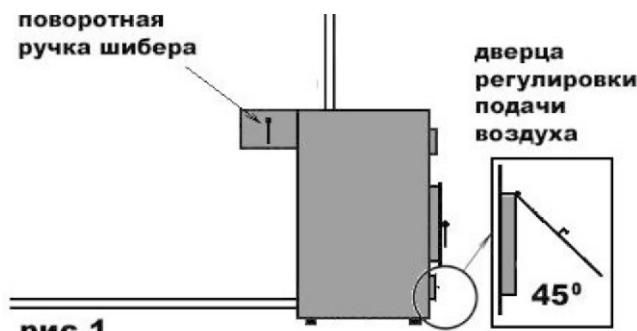

Рис.1
1. Шибером на дымовой трубе. С помощью шибера дымовой трубы (рис.1) можно регулировать тягу в дымовой трубе, т.е. отвод дымовых газов в дымовую трубу. Он расположен в горловине дымохода котла и управляется вручную;
12. - если Вы доложите больше топлива, чем находится в топке, более чем в три раза, то необходимо приоткрыть дверцу регулировки подачи воздуха под 30-45 градусов относительно вертикали (рис. 1), буквально на 5-10 минут, пока не займется дымом, не начнет тлеть вновь заложенное топливо (чем влажнее топливо — тем дольше), после чего необходимо вернуть дверцу регулировки подачи воздуха в положение 3-5 мм зазора (рис. 3);